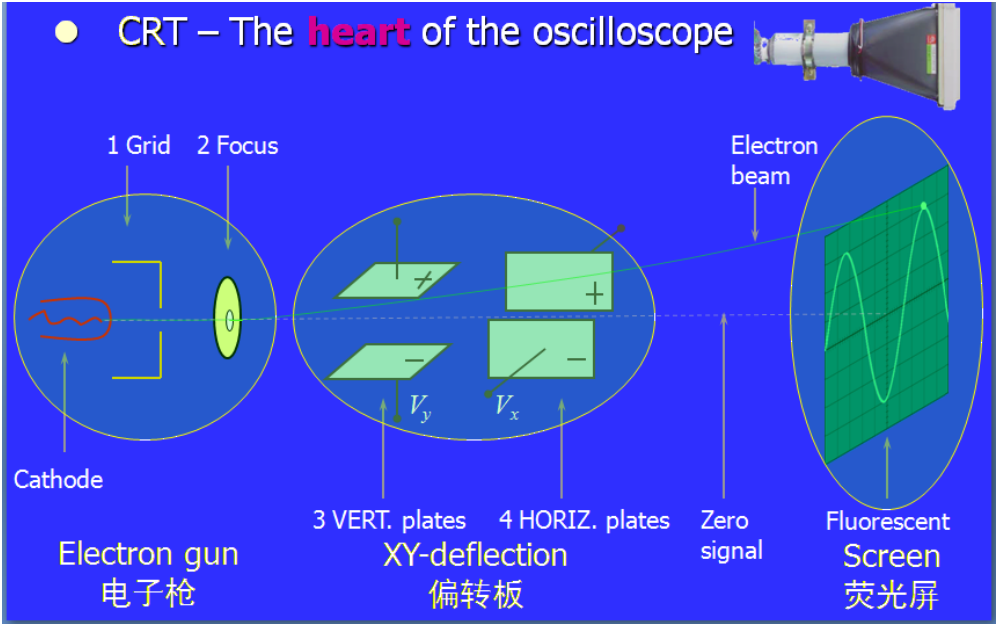

图 2 示波管（CRT）
1、示波管 示波管（CRT）是示波器的核心，如图 2 所示。它主要由安装在高真空管中的电子枪、偏转系统和荧光屏三部分组成。电子枪用来发射一束强度可调且能聚焦的高速电子流，它由灯丝、阴极、栅极 1、聚焦阳极 2 等部分组成。偏转系统由垂直(Y)偏转板 3 和水平(X)偏转板 4 组成。偏转板用来控制电子束运动，在偏转板上加适当电压，电子束通过时运动方向发生偏转，在荧光屏上产生的光点位置随之改变。荧光屏上涂有荧光粉，受电子轰击后发光而形成光点，光点的亮度取决于单位时间打在荧光屏上的电子数量，调节栅极 1 的电位可以改变加速度从而调节波形亮度；光点的大小由电子束的粗细决定，调节聚焦阳极 2（静电聚焦非线性电场）的电位可以改变电子束聚焦的远近从而调节波形的清晰度。它们分别由示波器面板上的**辉度（INTENSITY）**和**聚焦（FOCUS）**旋钮来调节实现。